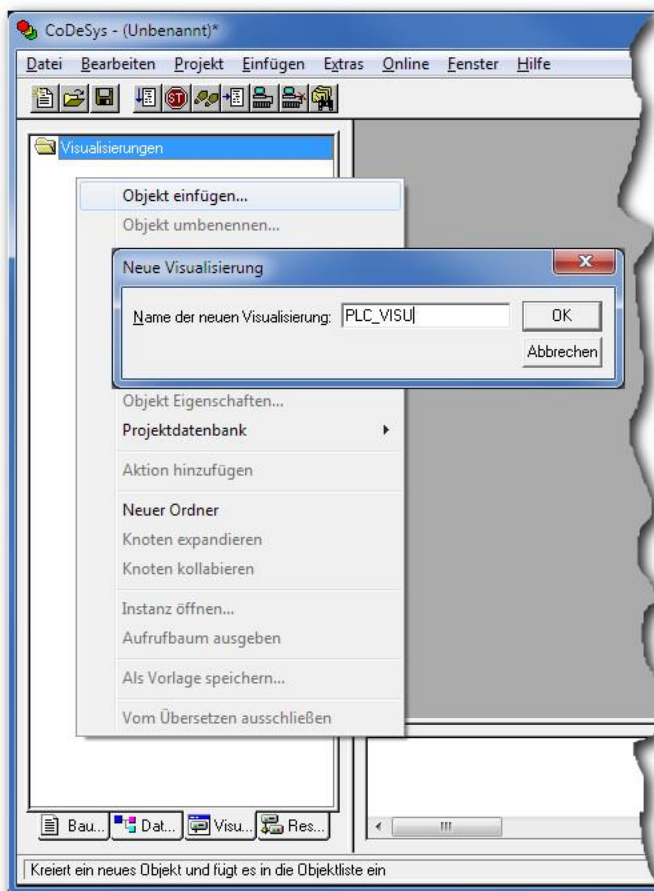

Abb. 4-16: Target-Visualisierung, Erstellen eines neuen Visu-Bildschirms
- Klicken Sie auf den Reiter *Visualisierungen*, so dass die Liste der Target-Visu-Bildschirme erscheint (Abb. 4-16).